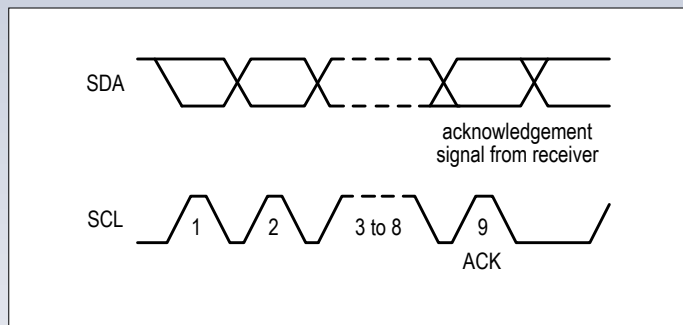

Figure 6. Le transfert des bits de données.
3. Après l'envoi de l'adresse, le maître transmet à coups d'horloge SCL les données utiles, toujours sous forme d'octets avec le bit de poids fort MSB en tête (**figure 6**). Si le bit de L/E dans l'octet d'adresse était un 0, le maître attend que l'esclave mette au bon moment les bits de donnée sur SDA pour produire lui-même les impulsions en mesure sur SCL. En revanche, si ce fameux bit était un 1, c'est au tour du maître de passer les bits de donnée sur SDA et toujours de produire les coups d'horloge. Pour chaque octet, y compris ceux d'adresse avec l'indicateur de direction L/E, chaque destinataire doit envoyer un neuvième bit comme accusé de réception. Un niveau bas pour une bonne arrivée (ACK), un niveau haut pour un déni de réception (NACK). Un NACK ne signifie d'ailleurs pas que la transmission a raté ou que les données étaient fausses, mais seulement que c'est la fin de la transmission. Quand il s'agit de l'octet d'adresse, un NACK signale qu'aucun esclave n'a reconnu l'adresse ou que la combinaison de l'adresse et du bit de L/E n'était pas valide.